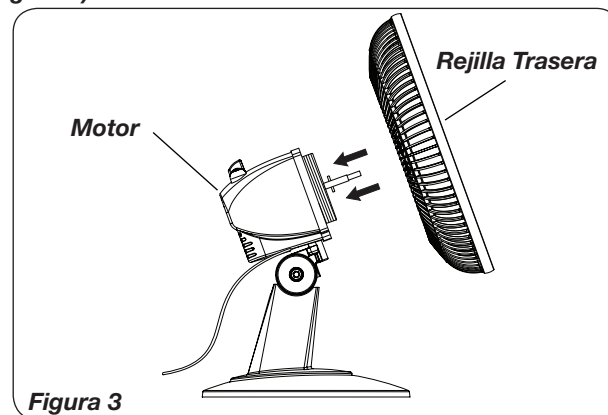

Figura 3
3. Inclinar la cabeza del ventilador hacia atrás. Coloque la Rejilla Trasera en el Motor. (La marca UP indica la parte superior.) (Figura 3)